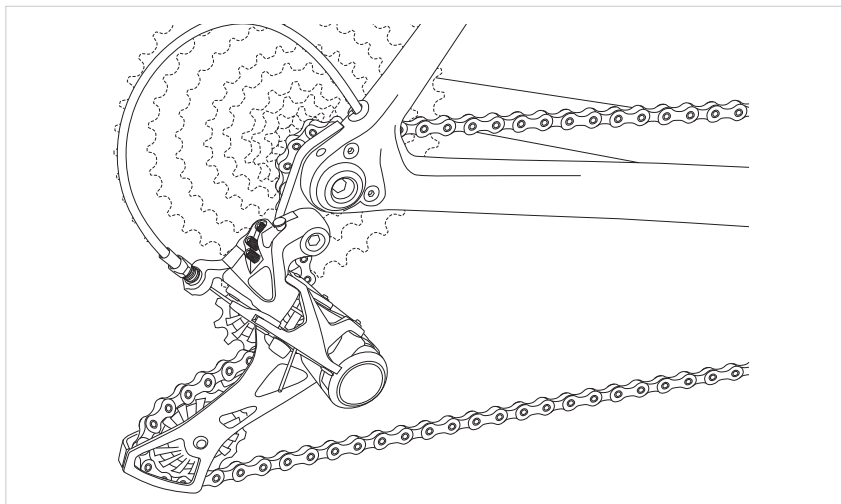

Fig.1
- Coloque el cambio en el piñón más pequeño (Fig.1).